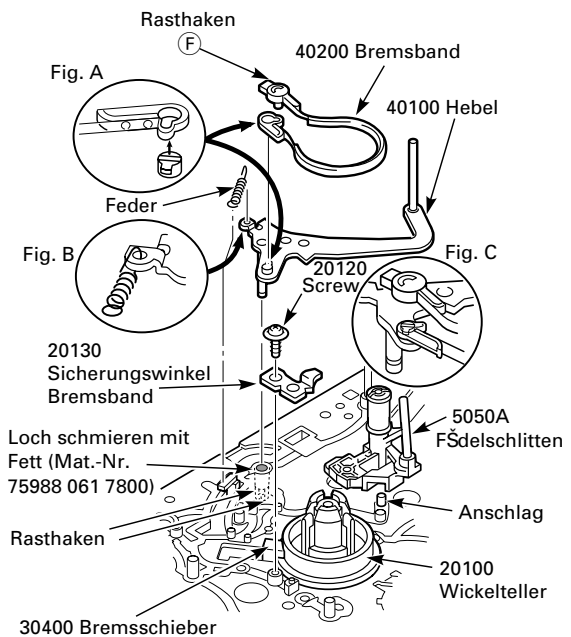

Fig. 8.15
- Schraube (Pos. 20120) herausdrehen und Sicherungswinkel des Bremsbandes (Pos. 20130) entfernen (Fig. 8.15).
- Rasthaken **(F)** lösen und das Bremsband (Pos. 40200) abnehmen (Fig. 8.15). Dann das andere Ende des Bremsbandes (Pos. 40200) nach dem vorspringenden Teil des Hebels wie in Fig. A dargestellt ausrichten und abnehmen (Fig. 8.15).
- Nach dem Einbau überprüfen, ob die Enden des Bremsbandes (Pos. 40200) wie in Fig. C dargestellt positioniert sind (Fig. 8.15).
- Rasthaken Ⓔ lösen und das Bremsband (Pos. 40200) an diesem Ende abnehmen (Fig. 8.15).